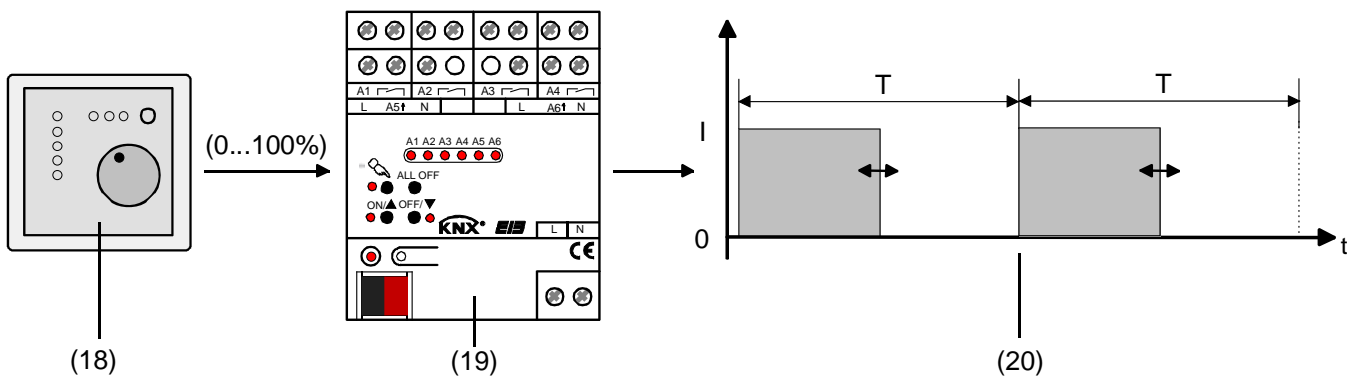

Bild 54: Stellgrößenprinzip bei stetiger Stellgröße
- (15): Raumtemperaturregler (RTR) (Stellgröße "1 Bit")
Das über das 1 Byte Objekt "Stellgröße" empfangene Werttelegramm wird im Normalbetrieb durch den Aktor in ein äquivalentes pulswidenmoduliertes Schaltsignal an den Ventilausgängen umgesetzt (siehe Bild 54). Der aus dieser Modulation resultierende Mittelwert des Ausgangssignals ist unter Berücksichtigung der im Aktor einstellbaren Zykluszeit (T) ein Maß für die gemittelte Ventilstellung des Stellventils und somit eine Referenz für die eingestellte Raumtemperatur (siehe "Pulsweitenmodulation bei stetigen Stellgrößen und stetigen Soll-Ventilpositionen").